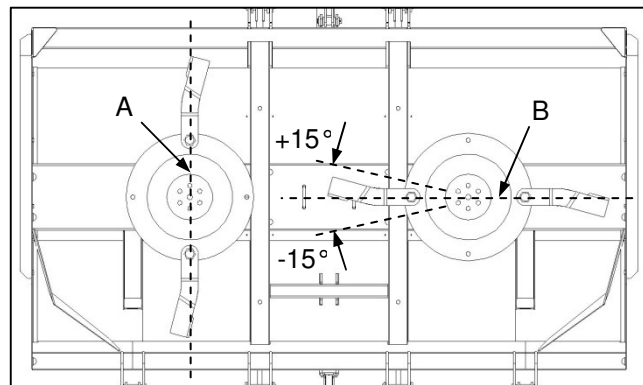

Fig. 8
- ✔ Fully assemble one half (eg. left-hand side) of the implement drivetrain and place the blades of that cutting gear assembly in a 0°-180° position (Fig. 8-A).
- ✔ With the right-hand side intermediate shaft disconnected from the centre gearbox, slowly rotate the right-hand cutting gear assembly, pausing on each occasion that the blades are in an approximate 90°-270° orientation (Fig. 8-B).
- ✔ Monteer een helfte (bv. die linkerkant) van die asstel volledig en plaas die lemme van daardie snymeganismemontering in 'n 0°-180°-posisie (Fig. 8-A).
- ✔ Met die regterkantste tussenas ontkoppel van die sentrale ratkas, draai die regterkantste snymeganismemontering stadig en stop elke keer wanneer die lemme in ongeveer 'n 90°-270°-oriëntasie is (Fig. 8-B).